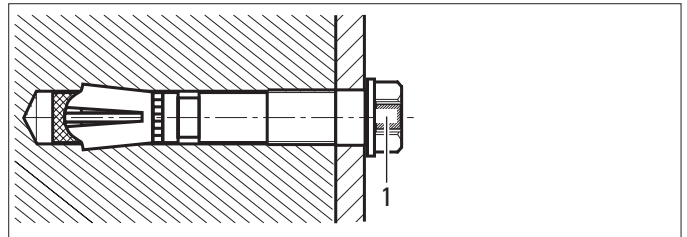

Bild 4
- ⇒ Konsultieren Sie die HILTI-Vertretung, wenn die grüne Plombe (1) des Schwerlastankers beschädigt ist (Bild 4).